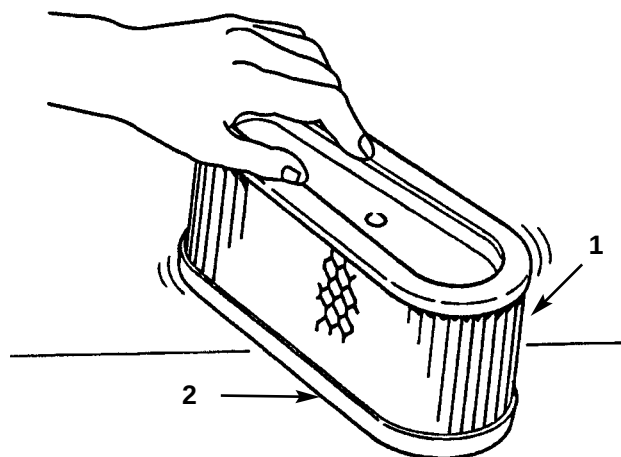

Fig. 31
- A. Bank forsigtigt elementet mod en flad overflade for at fjerne støv og snavs (fig. 31).